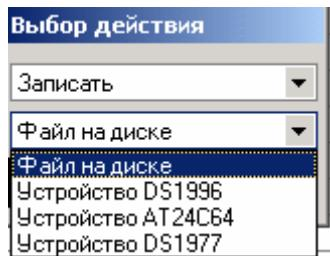

Рис.40
3.1 В виде файла, который будет размещен на жестком диске ПК или сменном носителе - выбрать в верхнем списке «Записать», а в нижнем – «Файл на диске» (рис.40);
3.2 На ключ DS1996 - выбрать в верхнем списке окна «Записать», а в нижнем – «Устройство DS1996» (рис.40);
3.3 В микросхему памяти AT24C64 - выбрать в верхнем списке окна «Записать», а в нижнем – «Устройство AT24C64» (рис.40);
3.4 На ключ DS1977 - выбирать в верхнем списке окна «Записать», а в нижнем – «Устройство DS1977» (рис.40).